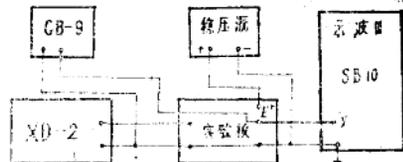

图3-2 观察放大器的波形及放大倍数测量的连线图
1) 用示波器观察输出信号有无失真，仪器连接方块图如图3-2所示：（ $I_c = 1.5mA$ 、调节 $W_2$ 使之为 $18K\Omega$ ）